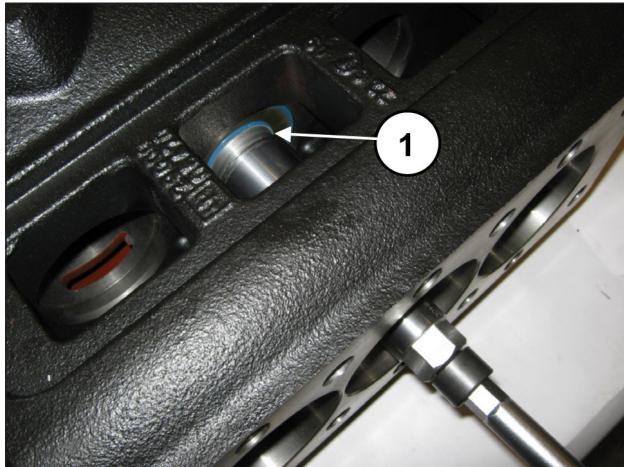

Fig. 34
Inserire l'attrezzo tra lo stelo e il labbro del paraolio (pos. ①, Fig. 34) e mediante massa battente provvedere al completo inserimento del tratto conico all'interno del paraolio (pos. ①, Fig. 35).